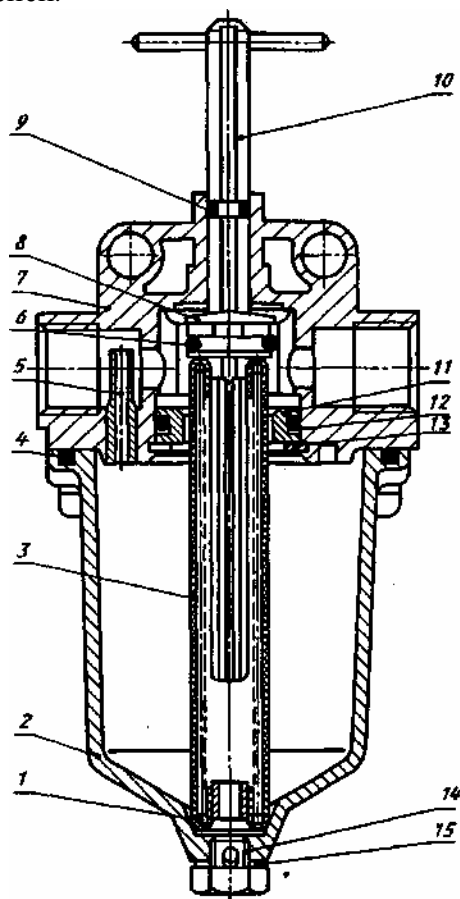

Рис. 67 Предохранитель от замерзания
5. ПРЕДОХРАНИТЕЛЬ ОТ ЗАМЕРЗАНИЯ (рис. 67)
При включенном предохранителе (**тяги 10 находится в верхнем положении**) воздух, нагнетаемый компрессором в пневмосистему экскаватора, обдувает смоченный спиртом фитиль 3 (рис. 67) и уносит пары спирта в систему. Спирт отбирает из воздуха влагу и превращает ее в незамерзающий конденсат. Тяга должна находиться в верхнем положении при температуре окружающего воздуха ниже +5°C.